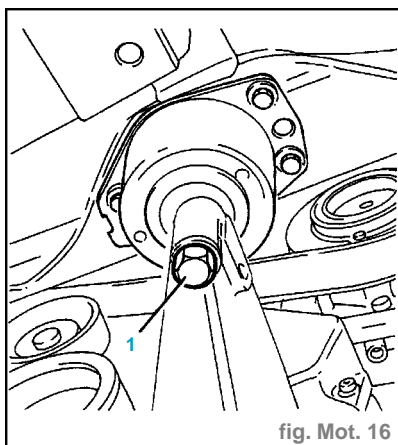

fig. Mot. 16
- Dévisser la vis du support du moteur du côté de la distribution au tampon élastique (1) (fig. Mot. 16).
- Resserer à **4,2 - 5,1 daN.m** la vis de fixation du support du moteur du côté de la distribution au tampon élastique (fig. Mot. 16).